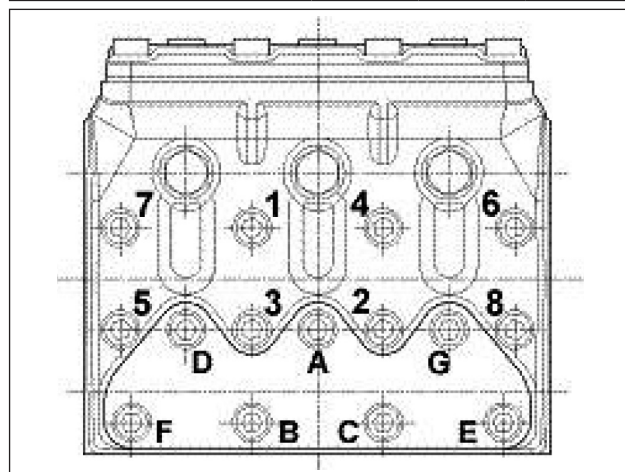

图 33
** 泵头固定螺丝必须使用扭力扳手拧紧，并按照图 33 的顺序润滑下盖。
*** 阀盖固定螺丝必须使用扭力扳手拧紧，并按照图 33 的顺序润滑下盖。